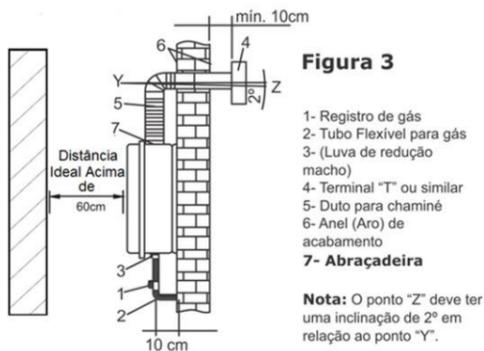

Figura 3
- Utilizar duto de chaminé individual de 100 mm resistente a corrosão, obrigatório o uso de abraçadeira. (Figura 3)